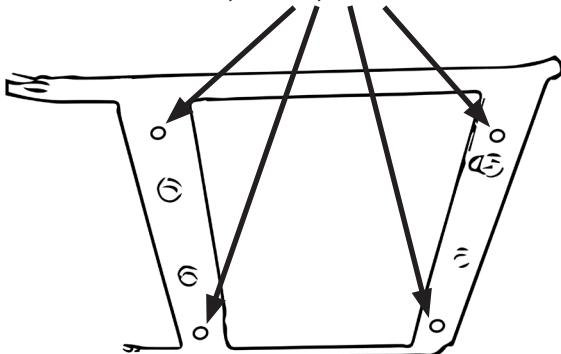

Figure 2
- Placez les pieds en caoutchouc dans les trous aux positions indiquées dans la figure 2 et fixez-les à l'aide d'écrous.